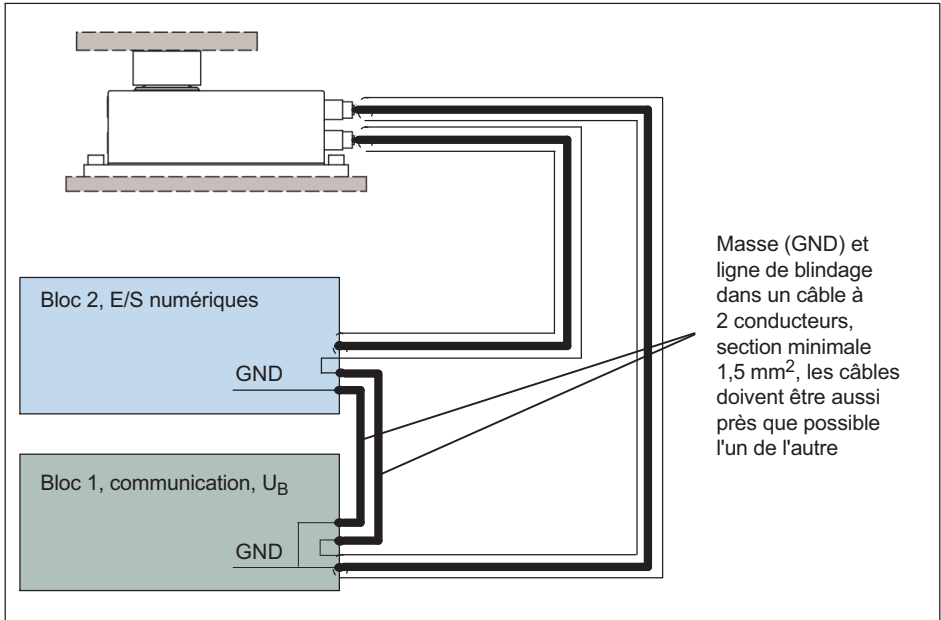

Fig. 7.2 Raccordement des potentiels GND en cas de blocs fonctionnels séparés
1. Les blocs fonctionnels, c'est-à-dire la partie numérique pour les sorties de commutation et la partie pour l'alimentation en tension de fonctionnement et l'interface, sont placés à des endroits différents (Fig. 7.2).
1,5 mm². Les différentes lignes ne doivent cependant pas suivre des chemins différents, mais au contraire être situées très près les unes des autres et être de même longueur. La longueur totale d'un conducteur ne doit pas dépasser 10 m (Fig. 7.2).